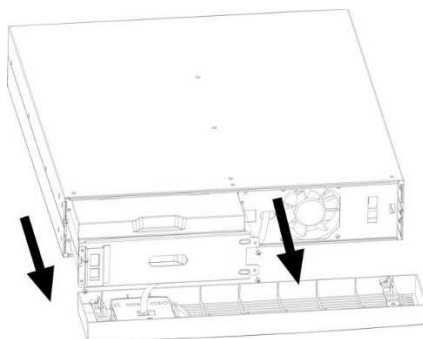

Figura 26: Rimozione della copertura delle batterie
3. Rimuovere la copertura delle batterie (cfr. Figura 26).